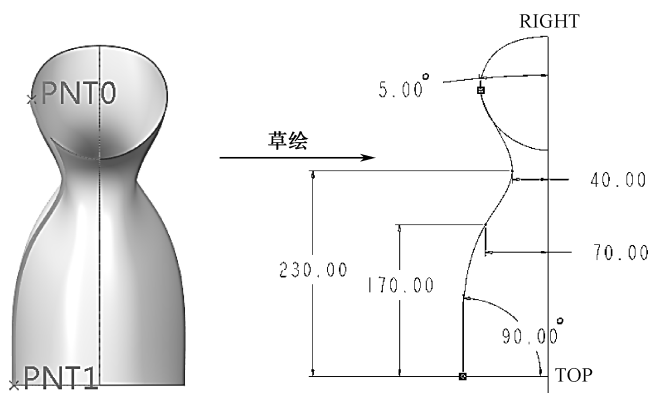

图 7-53 侧部轮廓线“草绘 5”
(3) 单击 按钮，选择绘图区中的 FRONT 平面作为草绘平面，RIGHT 平面作为参照平面，参考方向为右。或者直接选择 FRONT 平面，单击【草绘】进入草绘模式。单击 按钮绘制蒸脸器侧部轮廓“草绘 5”，如图 7-53 所示，绘制时注意捕捉 PNT0 和 PNT1 作为参考端点。